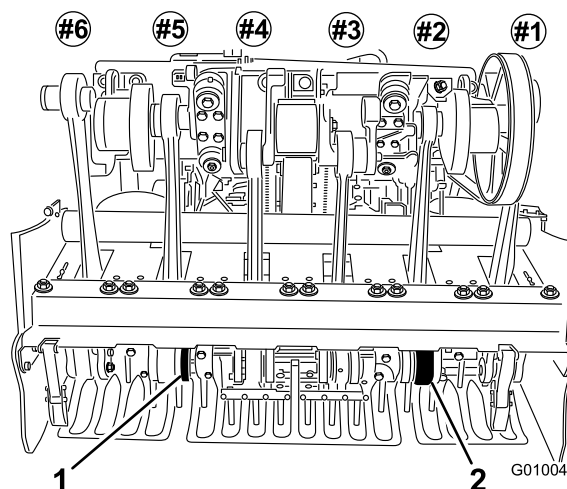

Bild 25
5. Setzen Sie Stacheln in den zweiten und fünften Stachelhalter ein (Bild 25). Ziehen Sie die Schrauben fest.